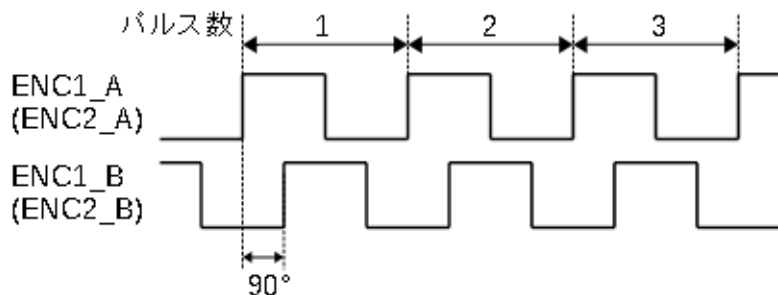

図3-10 インクリメンタル・エンコーダからの入力信号
インクリメンタル・エンコーダからの出力はSE2Lのエンコーダ入力にそれぞれ接続します。エンコーダからの信号A相、B相の組み合わせは、速度方向により2つのパターンになります。図3-10のように、速度方向によってずれ方が異なります。①の場合、B相がA相より90°進んでおり、A相の立ち上がり時にB相が”H”になっている速度方向が「正（前進）」になります。②の場合、B相がA相より90°遅れておりA相の立ち上がり時にB相が”L”になっている速度方向が「負（後進）」になります。このようにして速度方向（進行方向）の判別を行うことができます。
①速度方向: 正(前進)の場合
②速度方向: 負(後進)の場合